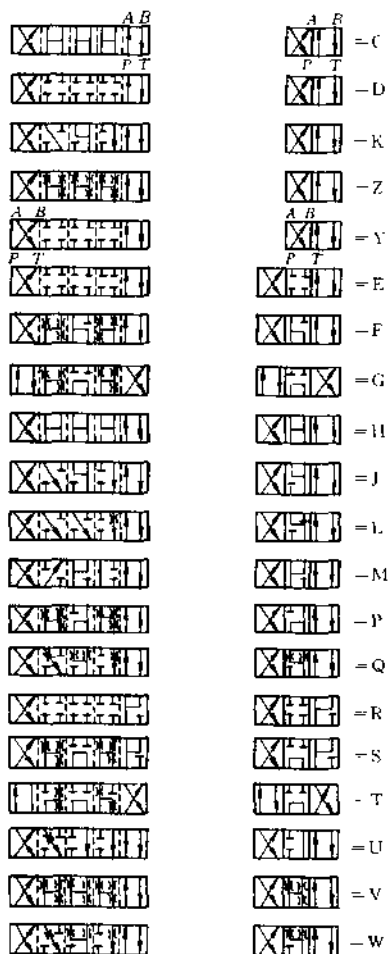

图 16.7-32 WEH/WH 型电流/液控换向阀滑阀机能
- ④主阀
- ⑤滑阀机能: 见图 16.7-32
- ⑥系列号
- ⑦先导阀(WH 型无此项)
- ⑧电磁阀类型(WH 型无此项)